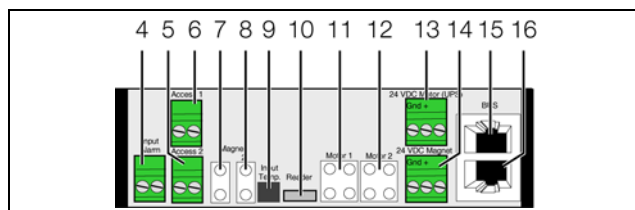

Рис. 9: Задняя сторона модуля контроля дверей
■ В зависимости от типа двери подключите соответствующий магнитный дверной комплект передней двери (рис. 9, поз. 7) и задней двери (рис. 9, поз. 8).
■ Затем подключите блок питания к магнитному дверному комплекту (7030.060, рис. 9, поз. 14). Для данного блока питания используйте тот же источник питания, что и для защищаемых компонентов (напр. серверов).
■ Подключите внешний датчик температуры сзади ко входу модуля контроля дверей (рис. 9, поз. 9) и расположите датчик в желаемом месте измерения.
- Подключите расширение дверного комплекта для передней двери (рис. 9, поз. 11) и задней двери (рис. 9, поз. 12).
- Затем подключите еще один блок питания к расширению дверного комплекта (7030.060, рис. 9, поз. 14).
- При необходимости подключите ко входу тревоги (рис. 9, поз. 4) например, сигнальный выход системы пожарной сигнализации или системы управления зданием.
- При необходимости подключите кнопку двери или комфортную ручку двери с функцией открытия для ручного открывания передней (рис. 9, поз. 6) и задней двери (рис. 9, поз. 5)
- Для контроля доступа и ручного открывания дверей в качестве альтернативы кнопке двери или комфортной ручке с функцией открытия подключите соответствующий считыватель СМС III (цифровой кодовый замок или считыватель транспондера, рис. 9, поз. 10).
- Соедините модуль контроля дверей кабелем CAN-Bus с интерфейсом CAN-Bus Процессорного блока СМС III или с соседним компонентом в шине CAN-Bus (рис. 9, поз. 15).